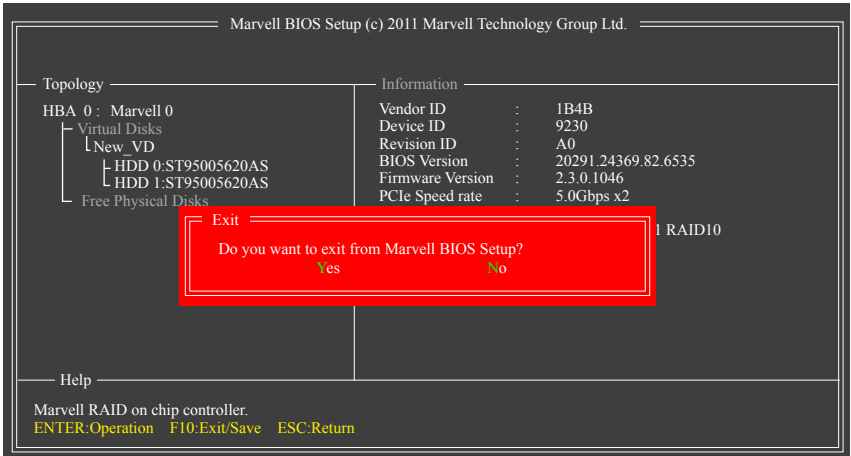

図 7
5. 設定を保存して終了します。RAID 構成の完了後、構成画面を終了する前に、必ずメイン画面で <F10> を押してください。<Y> を押して確認するか <N> を押してキャンセルします (図 7)。これで、SATA ドライバとオペレーティングシステムをインストールできるようになりました。